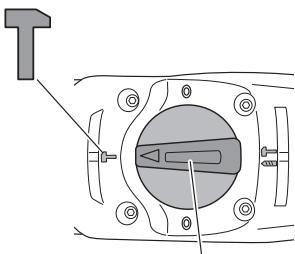

Fig. 8
- (b) Alignez ▲ du levier du sélecteur et T du couvercle de la manivelle comme illustré à la Fig. 8.